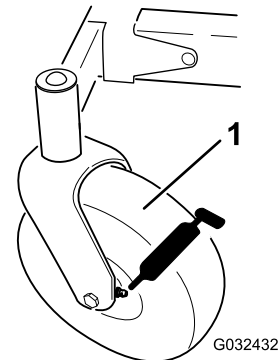
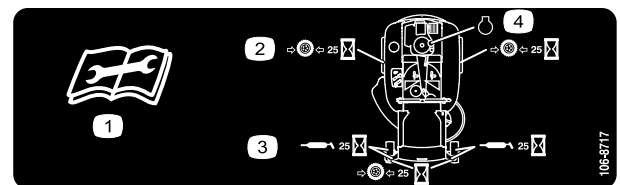

Figura 27
Figura 28
3. Limpie con un trapo los puntos de engrase (Figura 27 y Figura 28).
4. Conecte una pistola de engrasar a cada punto de engrase (Figura 27 y Figura 28).